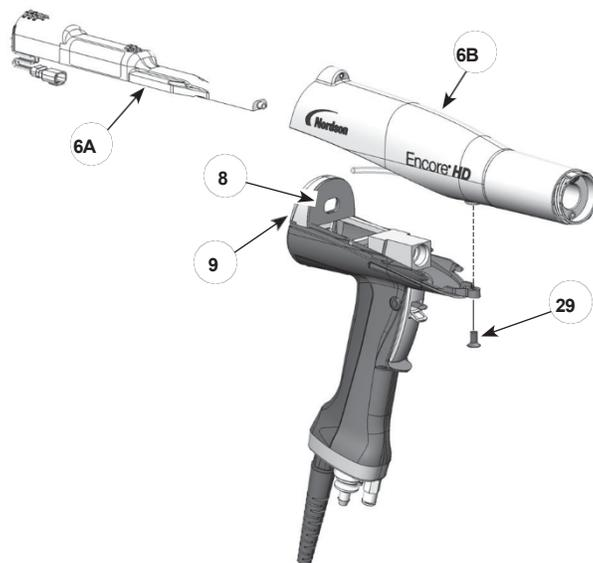

図 13 ガン本体からの電源の取り外し
1. 図 13 を参照して下さい。電源 (6A) をガン本体 (6B) からスライドさせて 外します。
2. バルクヘッド (9) 背面のガスケット (8) を点検します。損傷している場合は交換して下さい。ガスケットは感圧接着剤で隔壁に貼り付けられています。